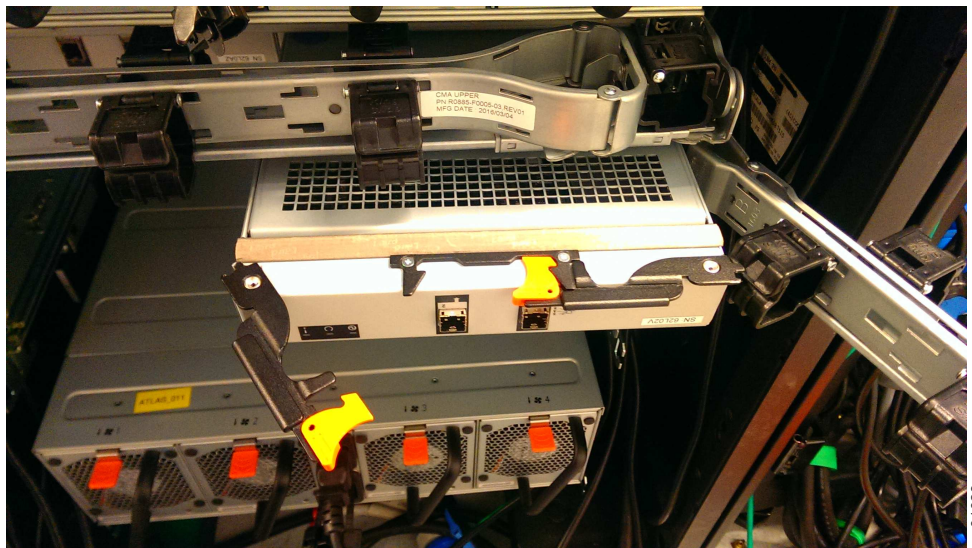

Abbildung 63. Erweiterungseinschub installieren
1. Lösen Sie die Winkelverbindung des unteren Kabelträgers, um ihn wegzudrehen (siehe Abb. 63).
4. Wurde der Erweiterungseinschub vollständig eingesetzt, drehen Sie die beiden Griffe nach innen, um sie zu verriegeln (siehe Abb. 63).